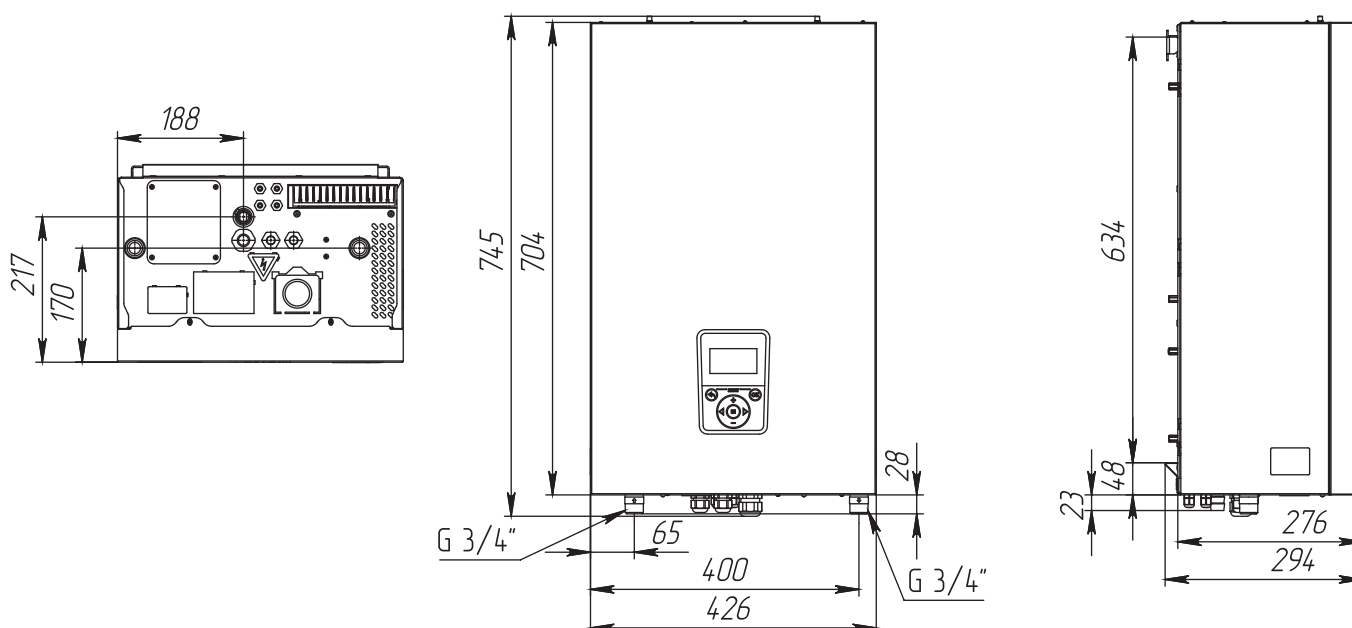
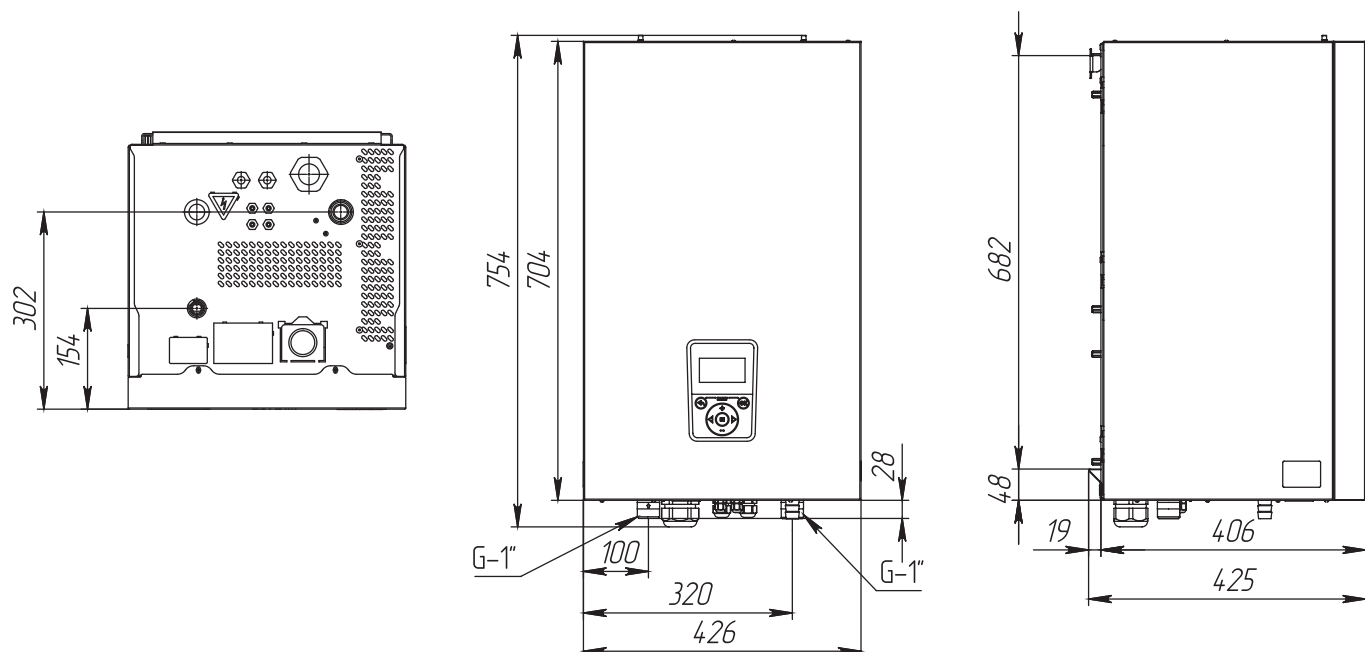

Рис.10 Габаритные размеры ZOTA МК-X Plus 6-24 кВт
Рис.11 Габаритные размеры ZOTA MK-X Plus 30-42 кВт
1. Подсоединить котел к системе отопления. Габаритные и присоединительные размеры котлов указаны на **Рис.10, Рис.11**;